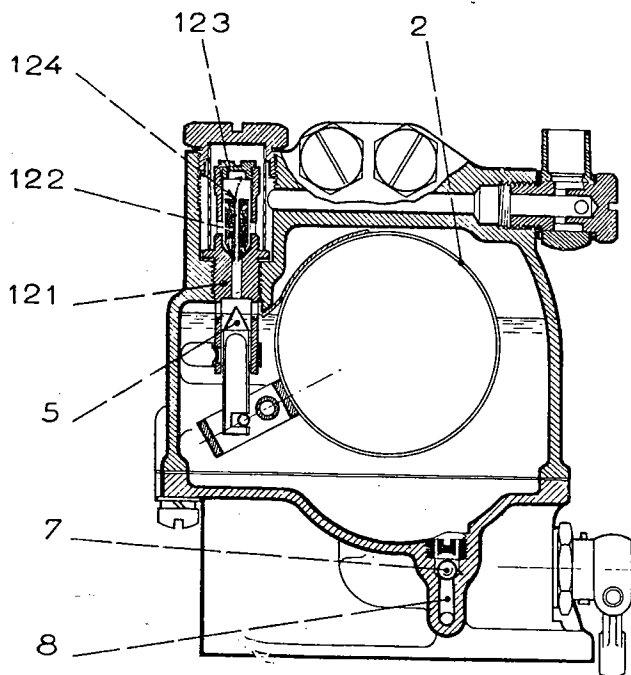

FIG. 28 — FONCTIONNEMENT EN VOL INVERSÉ
Au contraire, lorsque l'avion passe en vol inversé (*fig. 28*) le clapet mobile (122) par son propre poids vient obturer le siège (121) tandis que le poin-